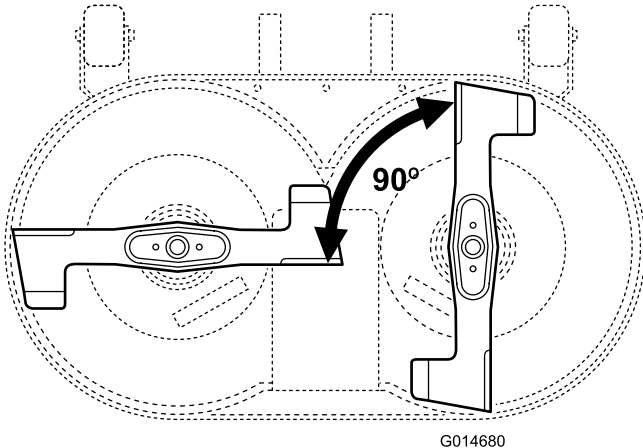

Figura 44
2. Sitúe una cuchilla perpendicular 90° a la otra (Figura 44).